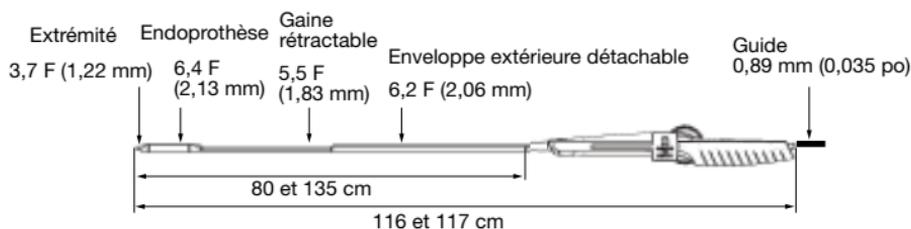

Figure 1 – Schéma du système de mise en place
- Figure 1 – Schéma du système de mise en place
Le cathéter comprend une gaine rétractable qui recouvre l'endoprothèse pendant la mise en place, une extrémité, un support en I qui maintient l'endoprothèse lors de son déploiement avec une lumière de guide interne, une enveloppe extérieure détachable ainsi qu'une poignée munie d'un dispositif de verrouillage de sécurité amovible et de fonctions de rétraction. L'intégralité du système est illustrée à la figure 1 ci-dessous. Après le retrait du dispositif de verrouillage, la rotation de la molette vers l'arrière permet de déployer l'endoprothèse.